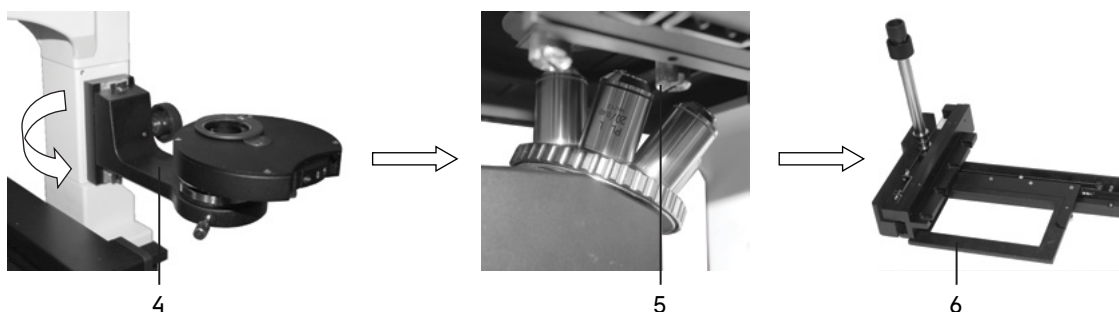

Рис. 16. Подготовка объектов к исследованию в высокой посуде
При исследовании объектов в высокой посуде необходимо вывести конденсорное устройство 4 из оптической оси. Для этого ослабьте винт справа на штативе и поверните блок штатива с устройством против часовой стрелки, как показано стрелкой на рис. 16.
1. Снимите устройство перемещения объекта (см. пояснения к рис. 16).